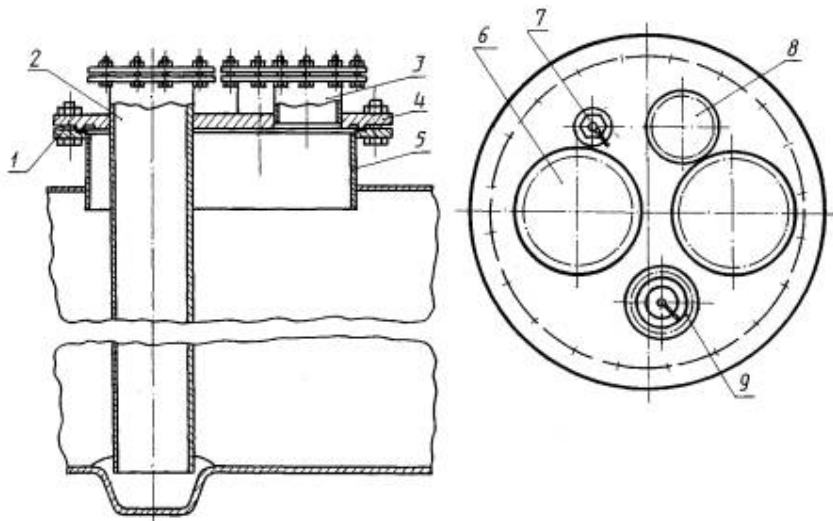

Рис. 3. Установка сливноналивной и контрольно-измерительной аппаратуры на цистерне модели 15-1525:
Котел цистерны изготовлен из продольных листов двухслойной стали марки ВСтЗсп2 (09Г2С) + 12Х18Н10Т толщиной 8 мм верхнего и средних и 10 мм - нижнего. Котел имеет подогревательно-охлаждающий кожух. В верхней части котла располагается люк 5 с крышкой 4, показанные на рис. 3. На крышке люка устанавливаются патрубки: 2 - для слива-налива продукта, 3 для воды и 8 - для отбора проб; штуцер под манометр 7 и клапан 9. Герметичность крышки обеспечивается постановкой паронитовых прокладок 1 и затяжкой болтами, а также заглушками 6. Для полного слива продукта в нижней части котла вварен поддон, в который опущена сливноналивная труба. Крышка люка с арматурой закрыта кожухом.
- б) открыть заглушки на патрубке 8 (см. рис. 3) и установить уровнемер или другой прибор для контроля наполнения;